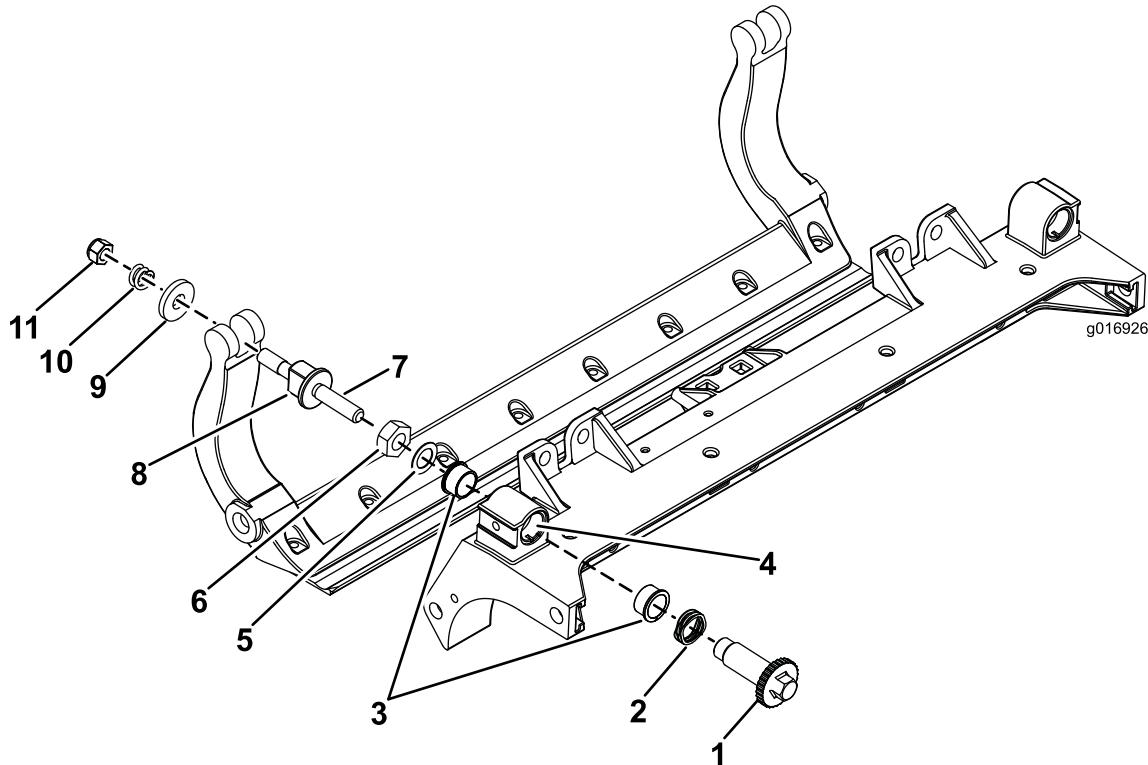

Bild 31
2. Tragen Sie ein Mittel zur Vermeidung des Festfressens innen im Büchsenbereich am mittleren Mähwerkrahmen auf (Bild 31).
3. Fluchten Sie die Keile an den Flanschbüchsen mit den Schlitten im Rahmen aus und setzen Sie die Büchsen ein (Bild 31).
4. Legen Sie eine Wellenscheibe auf die Einstellerwelle und schieben Sie die Welle auf die Flanschbüchsen im Mähwerkrahmen (Bild 31).
5. Befestigen Sie die Einstellerwelle mit einer Flachscheibe und einer Sicherungsmutter (Bild 31). Ziehen Sie die Sicherungsmutter mit 20-27 Nm.
1. Entfernen Sie alle Teile (siehe *Installationanleitung* für das HD-DPA-Kit Modellnr. 120-7230 und auch Bild 31).
11. Legen Sie eine Stahlscheibe außen auf jede Nylonscheibe (Bild 31).
Hinweis: Die Scheiben innen können einen Abstand aufweisen (Bild 31).
ist, lösen Sie die Mutter dann um eine halbe Umdrehung (Bild 31).